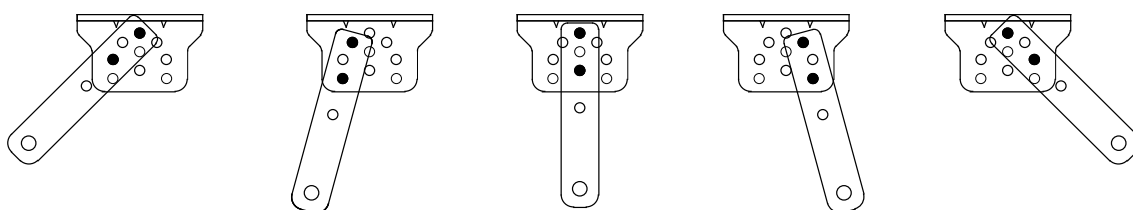

Figure 6
B) Le support de connexion et le support mural peuvent être assemblés selon différentes configurations (voir figure 6).